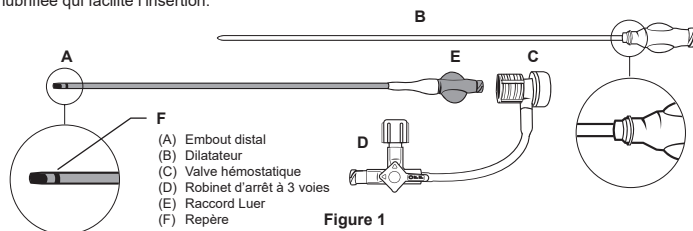
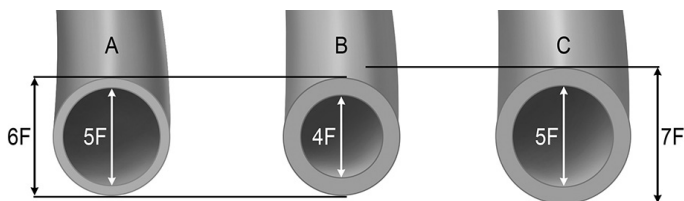

Figure 1
Figure 2 : Conception à paroi fine (A) de la gaine 5 F HALO ONE™ par rapport à une gaine standard 4 F (B) et 5 F (C)
La gaine-guide à paroi fine HALO ONE™ se compose d'une gaine tubulaire à paroi fine (jusqu'à 1 F de réduction du diamètre interne en comparaison avec les gaines standard présentant une taille French équivalente) tressée et à une seule lumière, munie d'un raccord Luer femelle à l'extrémité proximale et d'un embout distal atraumatique formé (A) (Figure 1). La conception à paroi fine réduit l'épaisseur de la paroi de la gaine, contribuant ainsi à faciliter l'accès intravasculaire depuis les sites d'accès, y compris notamment radial, fémoral, tibial et pédal. (Figure 2).